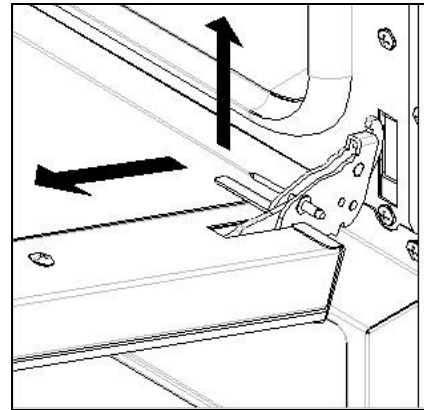

Fig. 4
- alzar un poco la puerta y deshebrarla (Fig. 4);